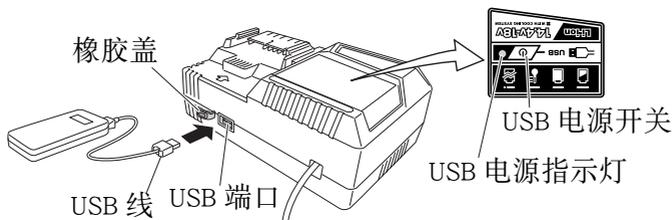

图 7
### (2) 打开 USB 电源开关（图 7）
### (3) 连接 USB 线缆。（图 7）
- 关闭 USB 电源开关，从电插座上拔下电源线。（图 7）